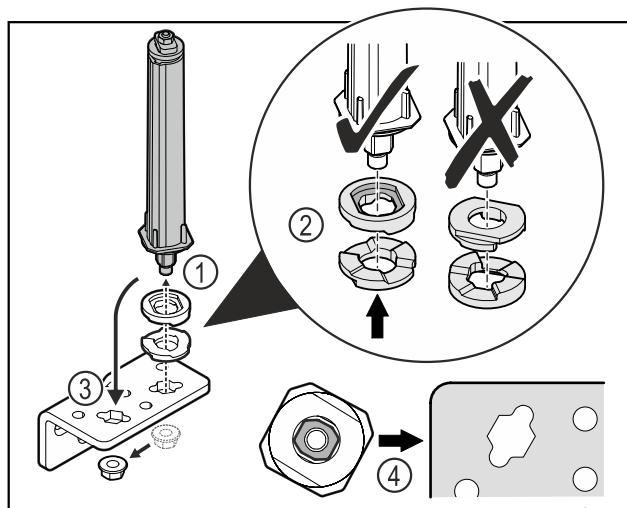

Fig. 37
- Mutter lösen und Türschließsystem entfernen Fig. 37 (1).
- Auf die korrekte Ausrichtung der Höhenverstellsscheiben achten Fig. 37 (2).
- Türschließsystem im Scharnierwinkel umsetzen und mit der Mutter fixieren Fig. 37 (3).
- Beim Einsetzen auf die korrekte Ausrichtung des Türschließsystems achten Fig. 37 (4).